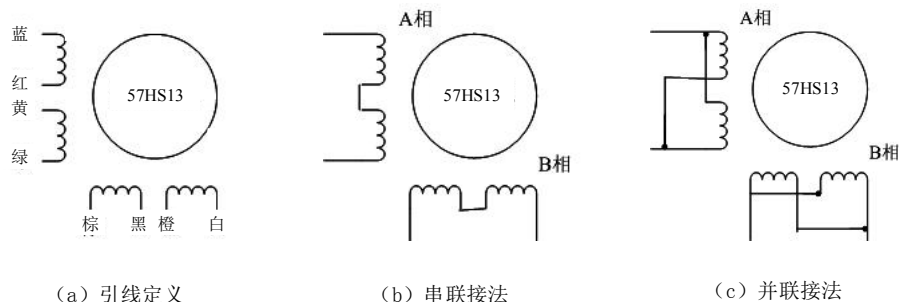

图 8 57 电机串并联接法
- 2) 相是相对的,但不同相的绕组不能接在驱动器同一相的端子上(A+、A-为一相,B+、B-为另一相),雷赛 57HS13 电机引线定义、串、并联接法如下图 8 所示。